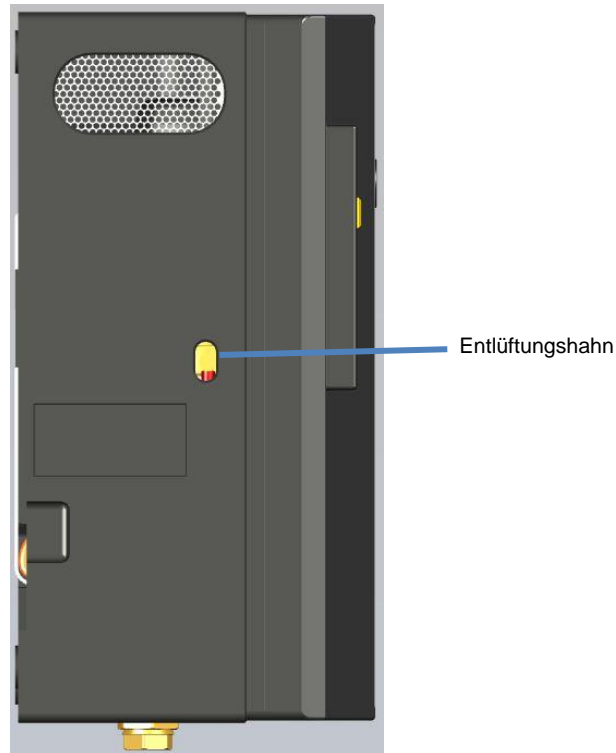

Abbildung 17: Entlüften der Pumpe
2. Entlüftungshahn der Pumpe mittels beiliegenden Steckschlüssels ca. 3-4 Umdrehungen öffnen und 1 Minute geöffnet lassen, bis Wasser aus dem Entlüftungsschlauch links unten austritt, siehe Abbildung 17.